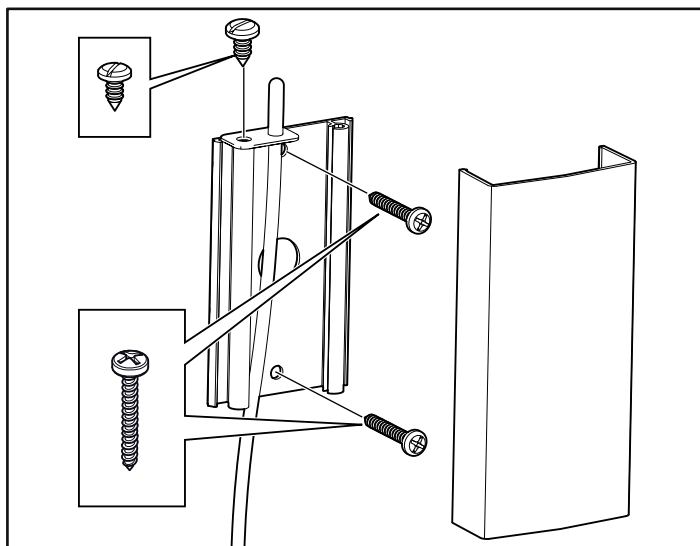
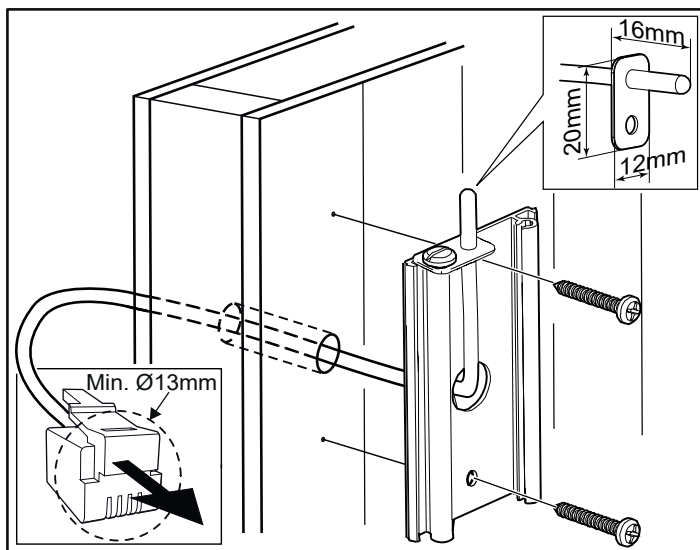

Fig 16: Montering av sensorn
Fig 17: Ledningsdragnig genom vägg.
11. Montera sensorn på väggen se Fig 16. Termistorledningen kan även dras igenom väggen. Täta eventuella hål i väggen bakom sensorn, se Fig 17. Termistorledningen kan förlängas utanför bastun med svagströmsledning (2-ledare).